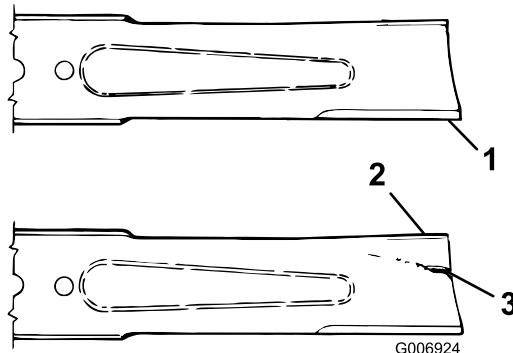

Рисунок 67
3. Осторожно проверьте режущие кромки ножей, особенно в точке соединения плоской и изогнутой частей ножа (Рисунок 67).
4. При обнаружении износа (Рисунок 67) замените нож; см. Проверка и регулировка плоскости вращения ножей (страница 65)
При износе ножа между крылом и плоской частью ножа образуется бороздка (Рисунок 67). Часть ножа может случайно отломиться и вылететь из-под корпуса, возможно, нанеся тяжелую травму оператору или находящимся рядом людям.